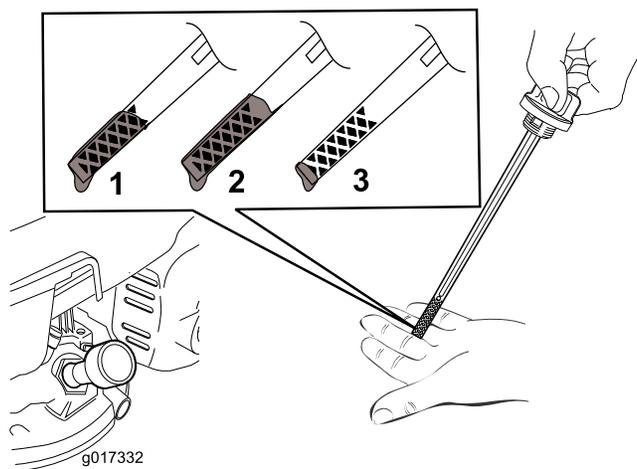

Рисунок 7
2. Извлеките масломерный щуп (Рисунок 7).
Примечание: Заливайте масло в картер двигателя до достижения требуемого уровня по масломерному щупу как показано на Рисунок 7. В случае перелива слейте некоторое количество масла из двигателя, как описано в Замена масла в двигателе \(страница 18\).